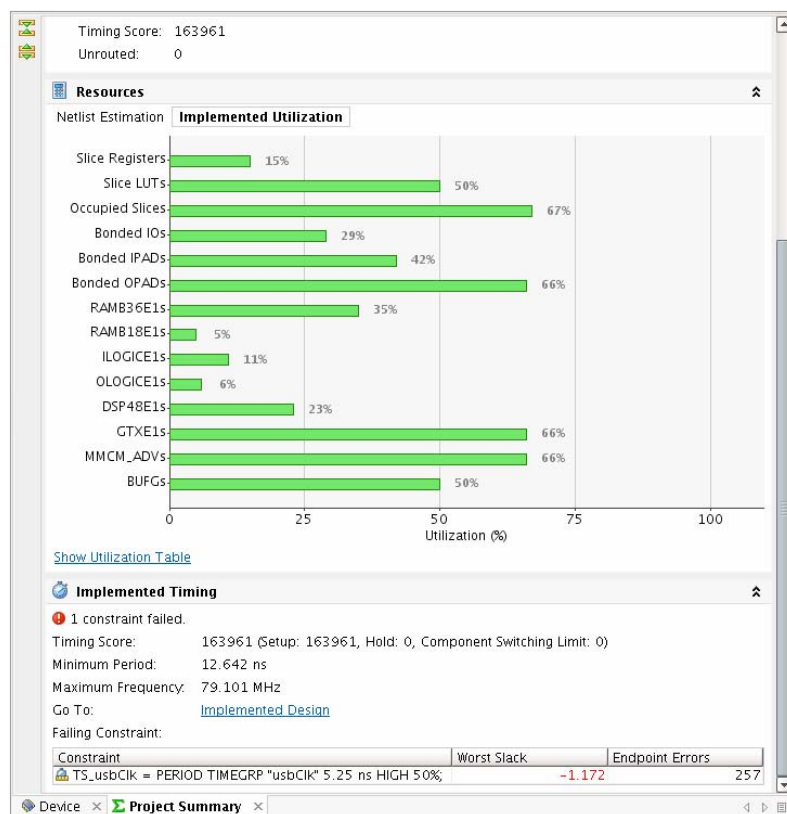

図 8 : [Project Summary] ビュー
- 2-2-2. インプリメンテーション結果が読み込まれると、[Project Summary] ビューにサマリが表示されます。**[Project Summary]** タブをクリックし、一番下までスクロール ダウンし、**[Implemented Timing]** サマリを確認します (図 8)。タイミング スコアは 0 ではありません。これは、デザインにタイミング エラーがあったことを意味します。サマリには、エラーのあったタイミング制約もリストされます。